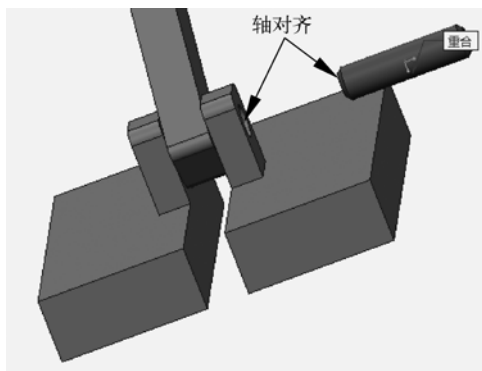
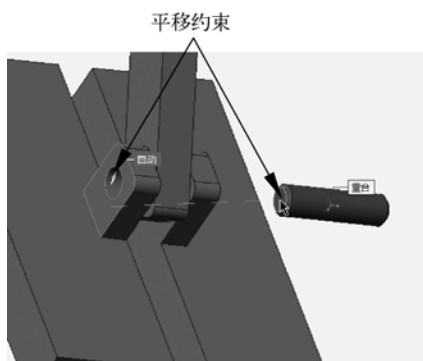

图 7-39 轴对齐约束
图 7-40 平移约束
- 同理, 销钉的装配约束与曲柄的装配约束是相同的, 也是“销”约束类型, 并分别进行轴对齐约束 (如图 7-39 所示) 和平移约束 (如图 7-40 所示)。